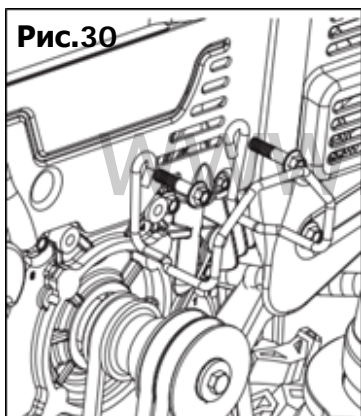

Рис.30
- Снимите ремень шнека со шкива двигателя (Рис. 30).